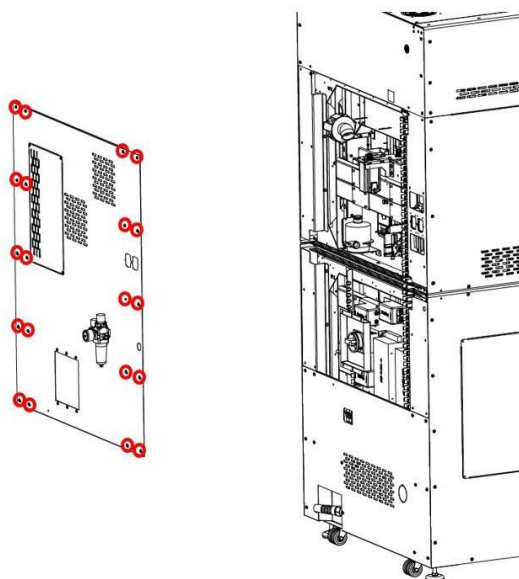

Рис. 98. Задняя крышка принтера
12. Снять заднюю центральную крышку, отвинтив 20 крепежных винтов (рис. 98). Отсоединить штекер заземления, которым крышка соединяется с корпусом принтера.